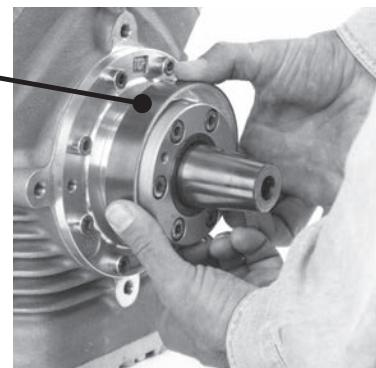

Fig. 2
- Retirar el anillo colector de aceite de fuga (9) y la pieza de fieltro, si la hay (según la versión, 8a u 8b) (véase para ello fig. 2, p.17).
- Aflojar los tornillos (7) de la cubierta del anillo deslizante (6).
- Eliminar los restos de sellante y retirar la junta de la cubierta del anillo deslizante (5) de la brida de apoyo.
**ATENCIÓN ¡La cubierta del anillo deslizante (6) está sometida a tensión de muelle. De la cámara del retén de obturación todavía puede salir aceite residual. Tenga a disposición un recipiente colector!**
- Retirar el anillo colector de aceite de fuga (véase fig. 2)